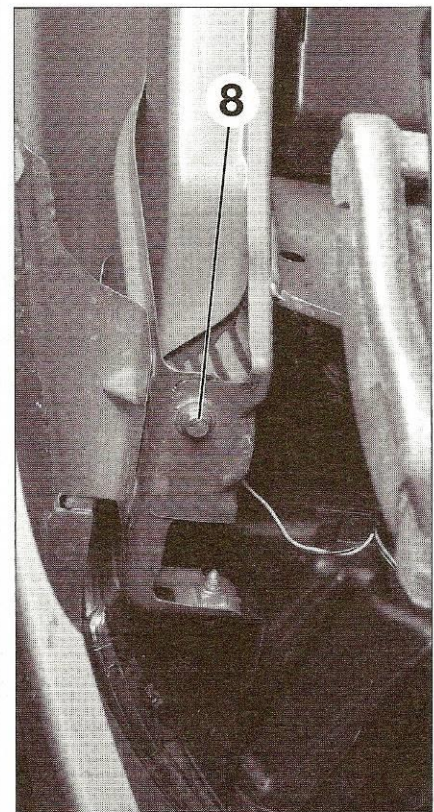

Fig. 87
- la vis avant (8) de fixation inférieure de l'aile (Fig.87),